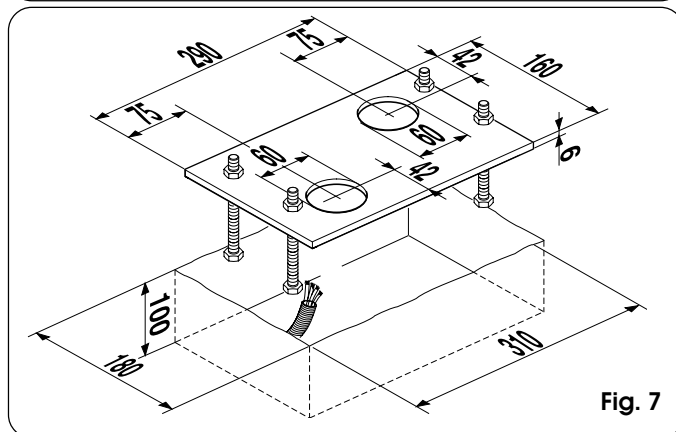

Fig. 7
- 3) Maak een funderingsplint zoals op fig. 7 en metsel de funderingsplaat in, waarbij u één of meer kabelmantels voor het doortrekken van de elektriciteitskabels voorziet. Controleer met een waterpas of de plaat perfect horizontaal is. Wacht tot het cement is uitgehard.